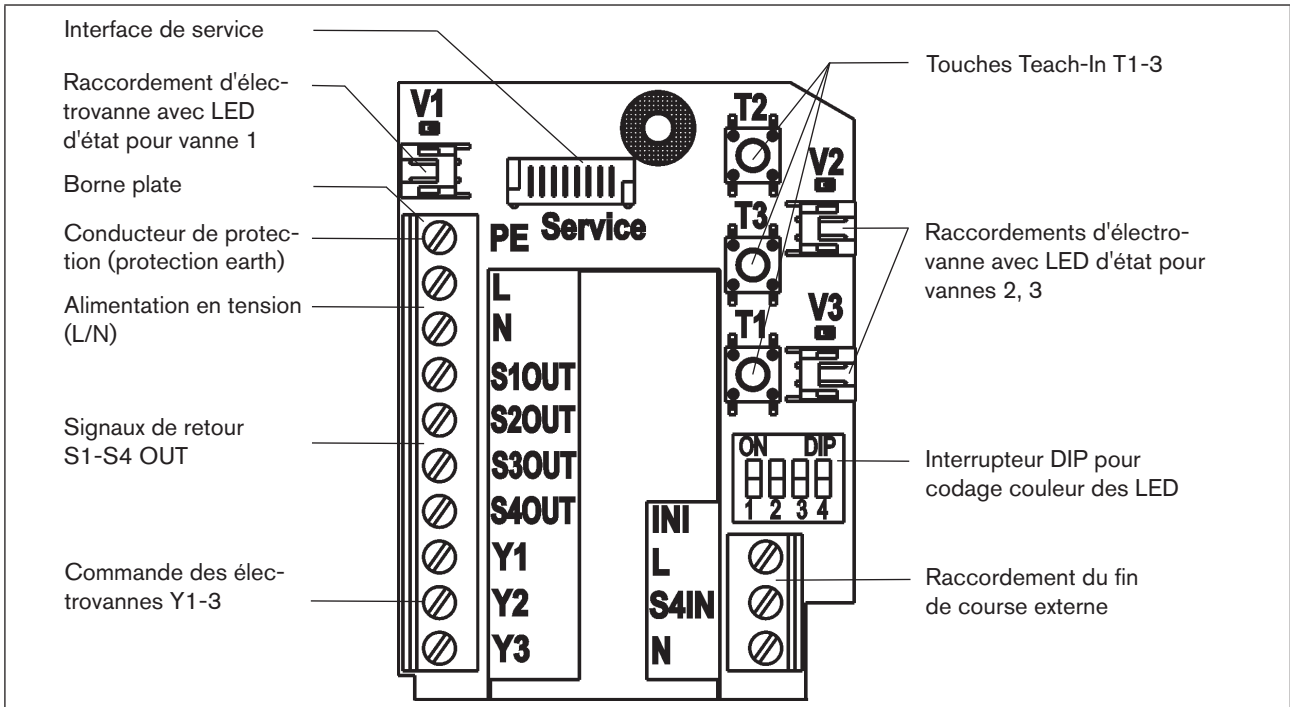

Figure 31: Module électronique AC 120 V
- Fixer les fils aux bornes conformément aux affectations de raccordement décrites sur la « Figure 31: Module électronique AC 120 V ». Si nécessaire, fixer les câbles avec un serre-câble.